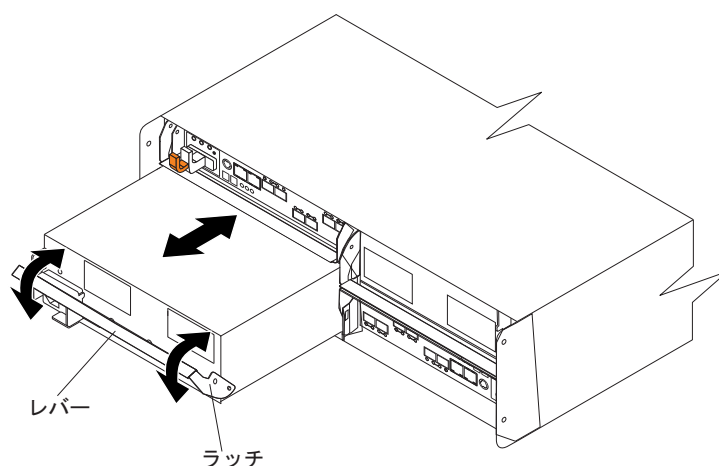

図 17. 電源機構およびファン・ユニットの取り外し
2. ゆっくりとレバーをシャーンから引き離し、図 17 に示すように電源機構およびファン・ユニットを取り外します。